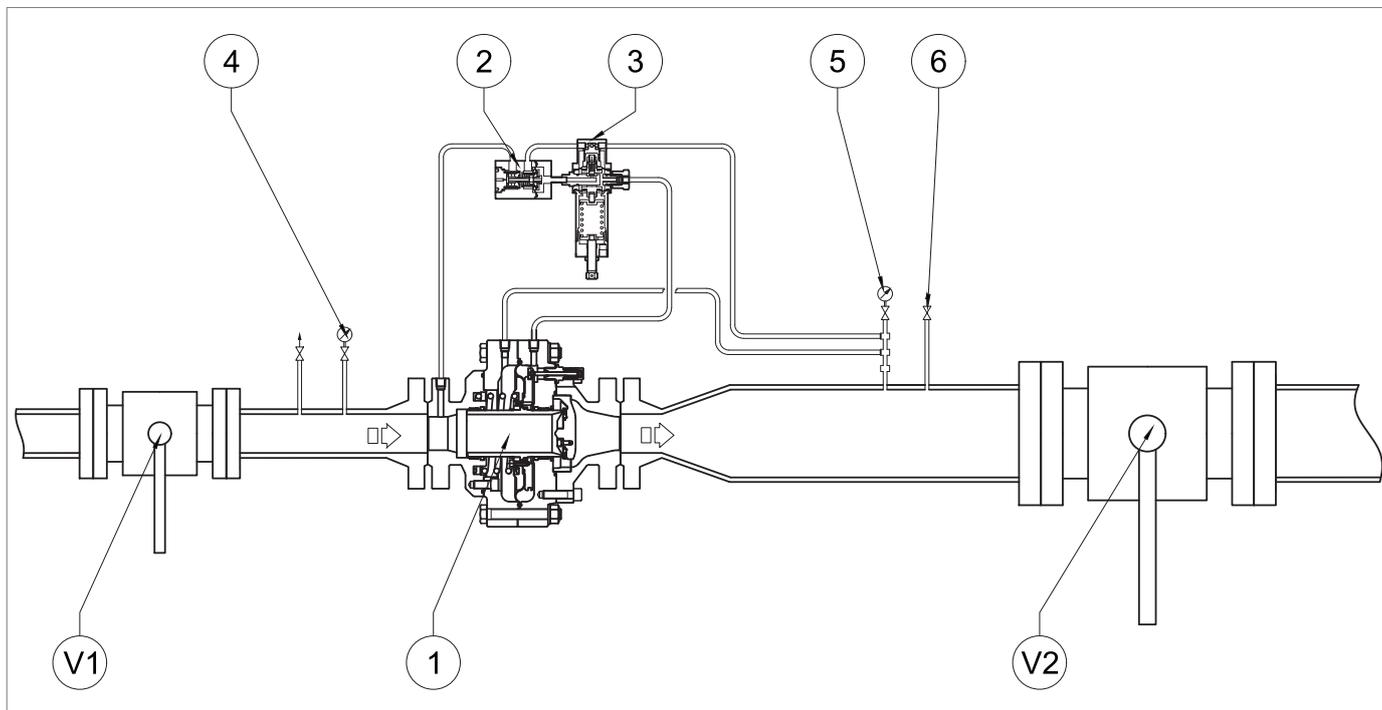

Рис. 8.24. Запуск в эксплуатацию регулятора ASX 176
1	<p>Для проверки правильности настройки увеличьте давление на выходе до значения отсечки отсекающего клапана, воздействуя на главный регулятор.</p> <p>! ВАЖНАЯ ИНФОРМАЦИЯ!</p> <p>Проверьте давление по манометру (Рис. 8.24, арт. 5), расположенному ниже по потоку от главного регулятора. Если отсекающий клапан:</p> <ul style="list-style-type: none"> • срабатывает до предусмотренного значения давления: закрутить (по часовой стрелке) регулирующее кольцо (13), чтобы больше сжать пружину (11); • не срабатывает на предусмотренном значении давления: отвинтить (против часовой стрелки) регулирующее кольцо (13), чтобы сработала пружина (11).
2	Уменьшить давление в нижней части, открыв дополнительный вентуз-коапае (Рис. 8.24, дет. 6), чтобы довести его до калибровочного значения основного регулятора.
3	Закройте вентиляционное отверстие (Рис. 8.24, ссылка б).
1	Откройте вентиляционное отверстие (Рис. 8.24, ссылка б) для выхода в атмосферу и держите его открытым для следующих шагов.
2	<p>Действуя на главный регулятор, снижайте давление на выходе до минимально необходимого давления блокировки.</p> <div style="border: 1px solid blue; padding: 5px;"> <p>! ВАЖНАЯ ИНФОРМАЦИЯ!</p> <p>Проверить давление с помощью манометра на выходе (Рис. 8.24, п. 5).</p> <p>Если отсекающий клапан:</p> <ul style="list-style-type: none"> • срабатывает до предусмотренного значения давления: отвинтить (против часовой стрелки) регулирующее кольцо (15), чтобы сработала пружина (17); • не срабатывает на предусмотренном значении давления: завинтить (по часовой стрелке) регулирующее кольцо (15), чтобы больше сжать пружину (17). </div>
5	Снова откройте вентиляционное отверстие (Рис. 8.24, ссылка б).